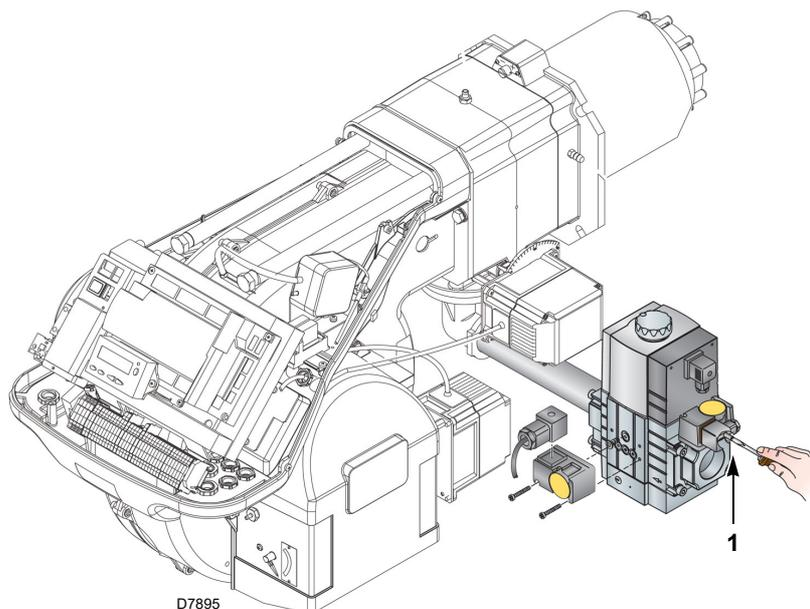

Fig. 30
- Controlar la presión de la alimentación de gas conectando un manómetro en la toma de presión 1)(Fig. 30) del presostato gas de mínima: debe ser inferior a la presión máxima permitida de la rampa de gas, que figura en la placa de características.
- Purgar el aire de la tubería de la rampa de gas conectando un tubo de plástico en la toma de presión 1)(Fig. 30) del presostato gas de mínima. Llevar hacia el exterior del edificio el tubo del purgado, hasta que se huela el gas.